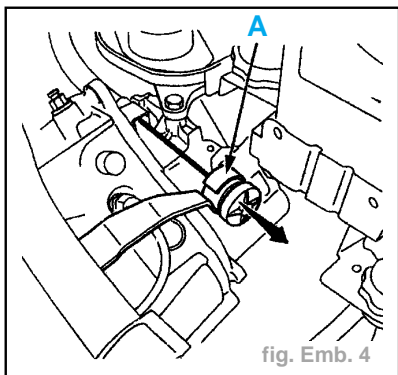

fig. Emb. 4
- Déplacer le levier de débrayage de la boîte de vitesses vers l'avant du véhicule (sens de la flèche) en appliquant un effort en (A). (fig. Emb. 4).
- Déplacer le levier de débrayage de la boîte de vitesses vers l'avant du véhicule (sens de la flèche) en appliquant un effort en (A). (fig. Emb. 4)